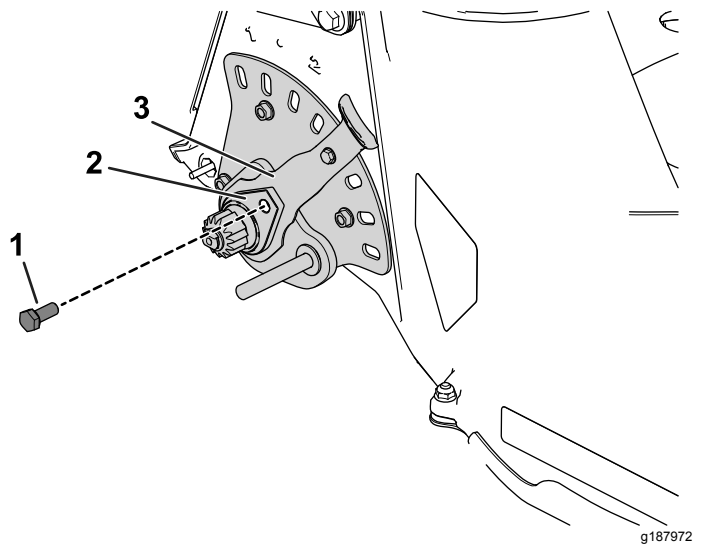

Figure 4
3. Retirez le boulon du dispositif de retenue et mettez-le au rebut (Figure 4).
3. Utilisez le boulon (5/16 x 3/4 po) pour fixer le dispositif de retenue au levier de réglage de hauteur de coupe (Figure 4).